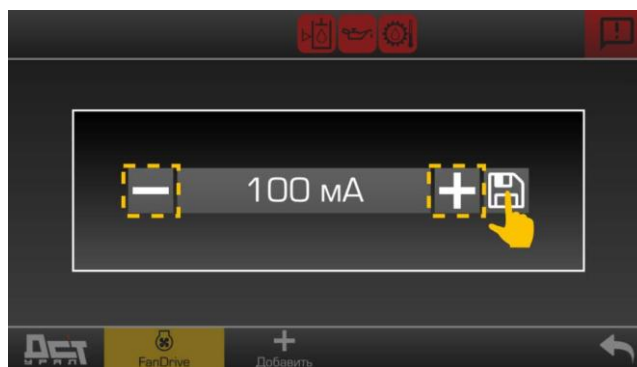

Рисунок 3.37. Ручная настройка токов
- ▷ Появится диалоговое окно для установки значений тока, см. рис. 3.37.